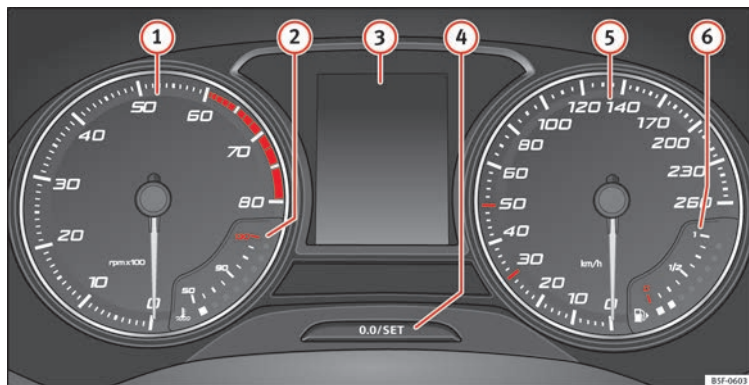

Bild 110 Kombiinstrumentet på instrumentbrädan
Information om instrumenten » **bild 110:**
Låt aldrig varvräknarens nål ① »» bild 110 gå in i den röda zonen på mätaren i mer än mycket korta perioder. Annars finns det risk att motorn skadas.
Varvräknaren visar antalet motorvarv per minut »» bild 110 ①.
Olika typer av information kan visas på instrumentpanelens display »» bild 110 ③, beroende på aktuell utrustning:
• Tryck snabbt ner knappen »» bild 110 ④ för att återställa färdminnet till 0.
• Håll knappen ④ nertryckt i ca 3 sekunder så visas det tidigare värdet på nytt. »»
- För att ställa in tiden hålls knappen **» bild 110 ④** nertryckt i mer än 3 sekunder för att välja timma eller minut.
- För att fortsätta ställa in tiden trycker du på den övre eller nedre delen av knappen **④**. Håll ned knappen för att rulla genom minutererna snabbt.
- Tryck ner knappen **④** igen för att slutföra inställningen av tiden.
Håll knappen **» bild 110 ④** nertryckt i mer än 15 sekunder för att visa motorns identifieringsbokstäver (MKB). För att göra detta måste tändningen vara påslagen och motorn avstängd.
Kylmedelstemperaturmätaren **②** » **bild 110** fungerar bara med tändningen påslagen. Var vänlig läs följande information om de olika temperaturområdena för att undvika skador på motorn.